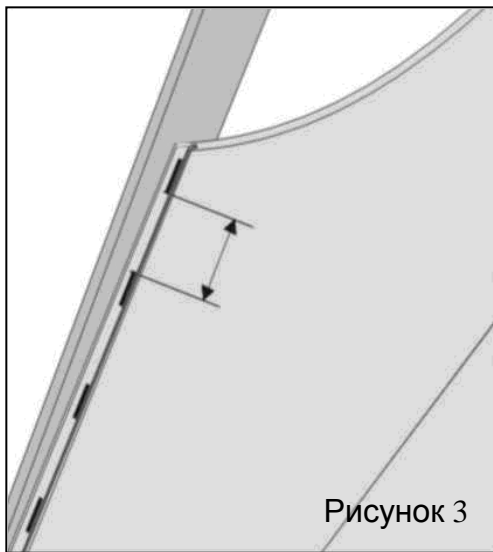

Рисунок 3
6. Предварительно сделанная планировка помогает при закреплении панелей. Панели закрепляют на подрешетник с помощью скоб высотой в 14 мм, при чем расстояние скоб друг от друга не должно превышать 10 см (см. Рисунок 3).